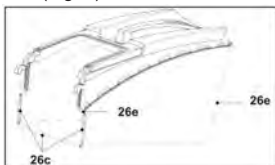

Fig. 4
1. Atașați clemele de cauciuc (26c) pe tija (26e) dacă nu sunt preasamblate (Fig. 4).
2. Colectorul de iarbă (26) este acum gata de utilizare (Fig. 4).